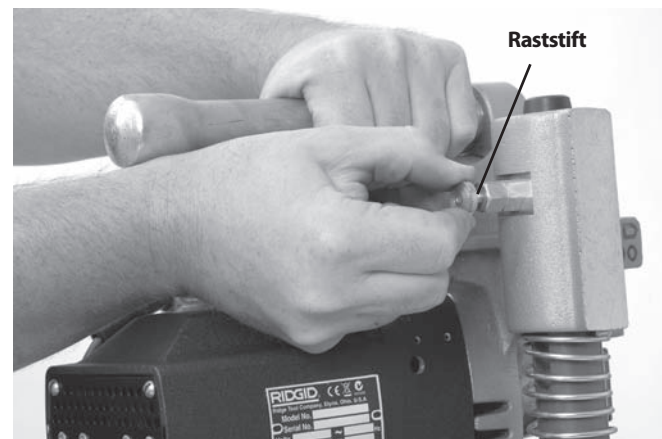

Abbildung 7 – Trennen von Basis- und Motorbaugruppe
- Gebrochene, verschlissene, fehlende, falsch eingestellte oder klemmende Teile. Vergewissern Sie sich, dass die Motorbaugruppe sich gleichmäßig und frei an den Säulen der Basisbaugruppe auf- und abwärts bewegt. Vergewissern Sie sich, dass Kette und Schwenkgriff frei beweglich sind. Überprüfen Sie an der HC-300, dass der Raststift korrekt funktioniert und die Motorbaugruppe an der Basisbaugruppe hält (Abbildung 7).
1. Ziehen Sie, wobei die HC-300 Lochsäge sich auf einer stabilen, festen Fläche befinden muss, den Stift auf der Rückseite der linken Säule heraus (Abbildung 7) und heben Sie die Motorbaugruppe von der Basisbaugruppe.